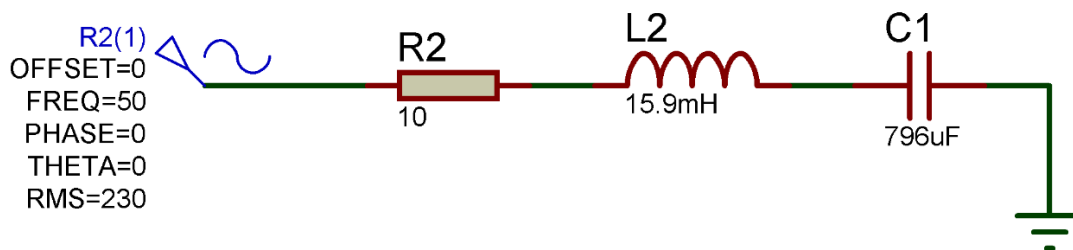

Figura 2 Circuito RLC
Se modifica el circuito de la Figura 1 introduciendo un condensador en serie de valor $796 \mu\text{F}$, con el objeto de corregir el Factor de Potencia, pasando a tener el circuito de la Figura 2.
20.- ¿Cuál es la nueva impedancia después de introducir el condensador (Figura 2)?
21.- ¿Cuál es el Factor de Potencia en el circuito de la Figura 2?
22.- ¿Cuál es la potencia activa en el circuito del circuito de la Figura 2?
23.- ¿Cuál es la potencia reactiva en el circuito del circuito de la Figura 2?
24.- ¿Cuál es la potencia aparente en el circuito del circuito de la Figura 2?